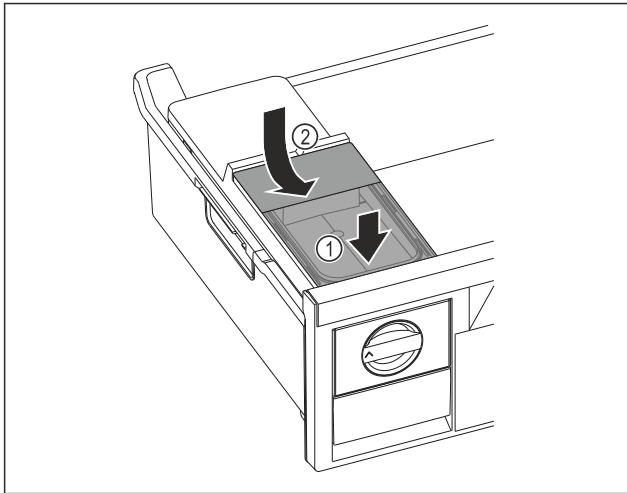

Fig. 151
- Placer le réservoir d'eau à l'avant. Fig. 151 (1)
- Abaisser le réservoir d'eau à l'arrière. Fig. 151 (2)